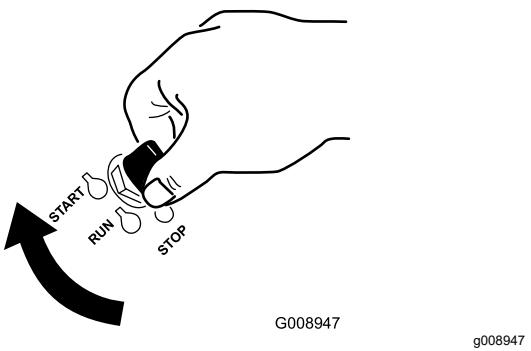

Figure 21
1. Tournez la clé à la position DÉMARRAGE (Figure 21).